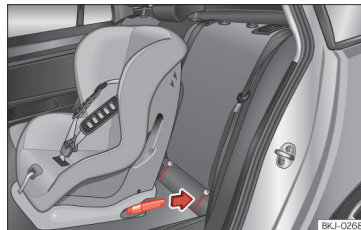

Abb. 36 Rücksitz: Einbau des Kindersitzes mit dem ISOFIX-System.
- Schieben Sie den Kindersitz auf die ISOFIX/i-Size-Halteösen, bis er hörbar einrastet »» (Abb. 36). Wenn der Kindersitz über eine Top Tether-Verankerung verfügt, befestigen Sie ihn an der entsprechenden Öse »» S. 62. Befolgen Sie die Anweisungen des Kindersitzherstellers.